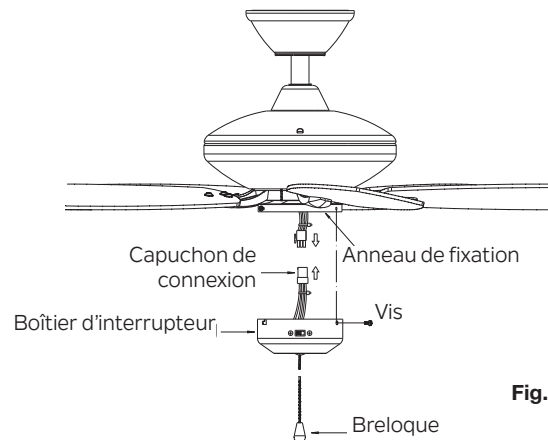

Fig. 15
Étape 1. Tout en maintenant le boîtier d'interrupteur sous votre ventilateur de plafond, poussez les capuchons de connexion carrés l'un dans l'autre. Un du ventilateur et un du boîtier d'interrupteur. (Fig. 15)
Étape 2. Poussez soigneusement tous les fils dans le boîtier d'interrupteur. Fixez le boîtier d'interrupteur sur l'anneau de fixation avec les vis fournies. Veillez à ce que chaque vis soit bien serrée. (Fig. 15)